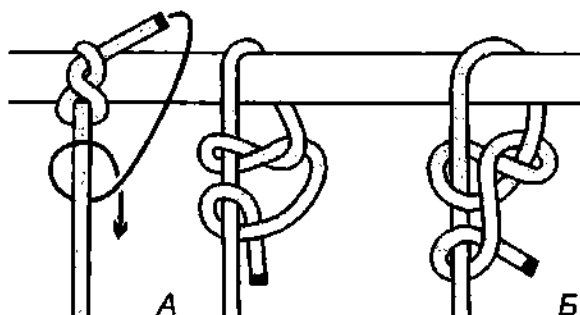

Рис. 543. А – *коечный штык*, завязанный из *удавки* «восьмёркой»; Б – *коечный штык*, завязанный из *удавки* «простым узлом».
*Коечный штык* – это *удавка* с одним шлагом и с одним контрольным полуштыком (рис. 543). Шлаги у *удавки* кладутся как по часовой, так и против часовой стрелки (см. *удавка-стопор*), поэтому *удавка* может быть связана из *восьмёрки* или *простого узла*.